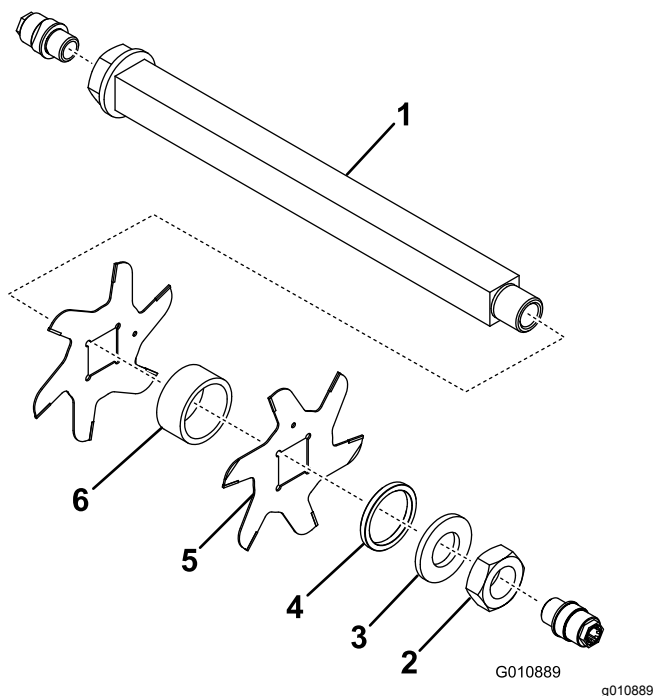

Figure 14
3. Retirez la petite entretoise, la rondelle, les lames et les grandes entretoises. Nettoyez et lubrifiez l'arbre carré avec une fine couche de graisse pour faciliter le montage (Figure 14).